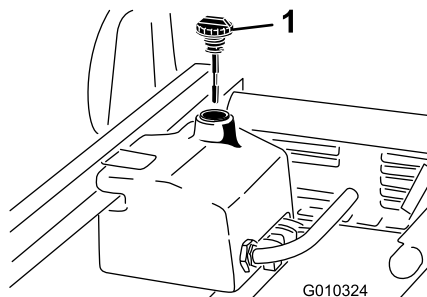

Bild 17
1. Reinigen Sie den Bereich um den Einfüllstutzen und den Deckel des Hydraulikbehälters (Bild 17). Drehen Sie den Deckel vom Einfüllstutzen ab.
2. Entfernen Sie den Peilstab (Bild 17) aus dem Einfüllstutzen und wischen ihn mit einem sauberen Lappen ab. Stecken Sie den Peilstab in den Einfüllstutzen und ziehen ihn dann heraus, um den Ölstand zu prüfen. Der Ölstand sollte sich zwischen den beiden Marken am Peilstab befinden.